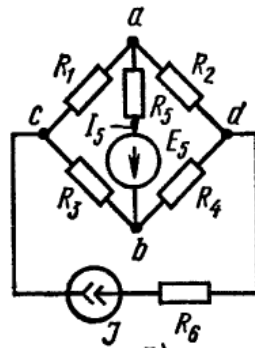

Рис. 4.14
**ЗАДАЧА 4.15.** Найти токи в ветвях схемы рис. 4.14 методом контурных токов и методом двух узлов. Сравнить результаты. Проверить выполнение баланса мощности, если  $I=1\text{A}$ ;  $R_1 = 5\ \text{Ом}$ ;  $R_2=8\ \text{Ом}$ ;  $R_3=20\ \text{Ом}$ ,  $E_2=16\ \text{В}$ ,  $E_3=4\ \text{В}$ .